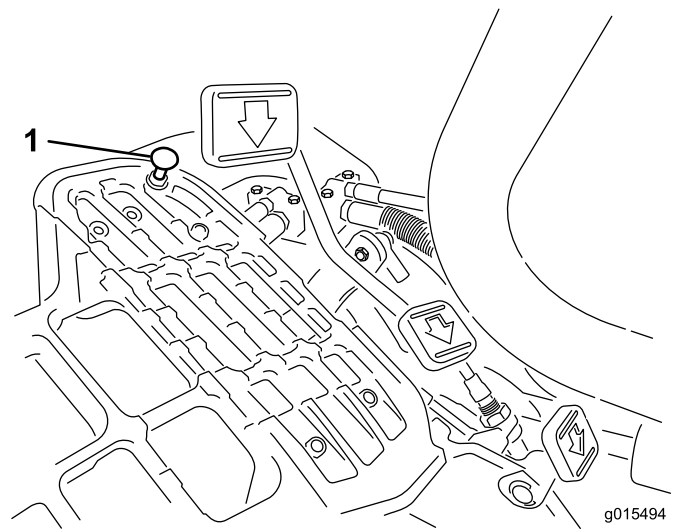

図 35
1. モードレバーを移動走行位置にセットし、ペダルストップを固定しているロックナットをゆるめる 図 35。
モードレバーを移動走行位置にセットし、ペダルを一杯に踏み込めば最高速度となります。ケーブルに張力が掛かる前にペダルがストップ 図 35 に当たる場合には調整が必要です。